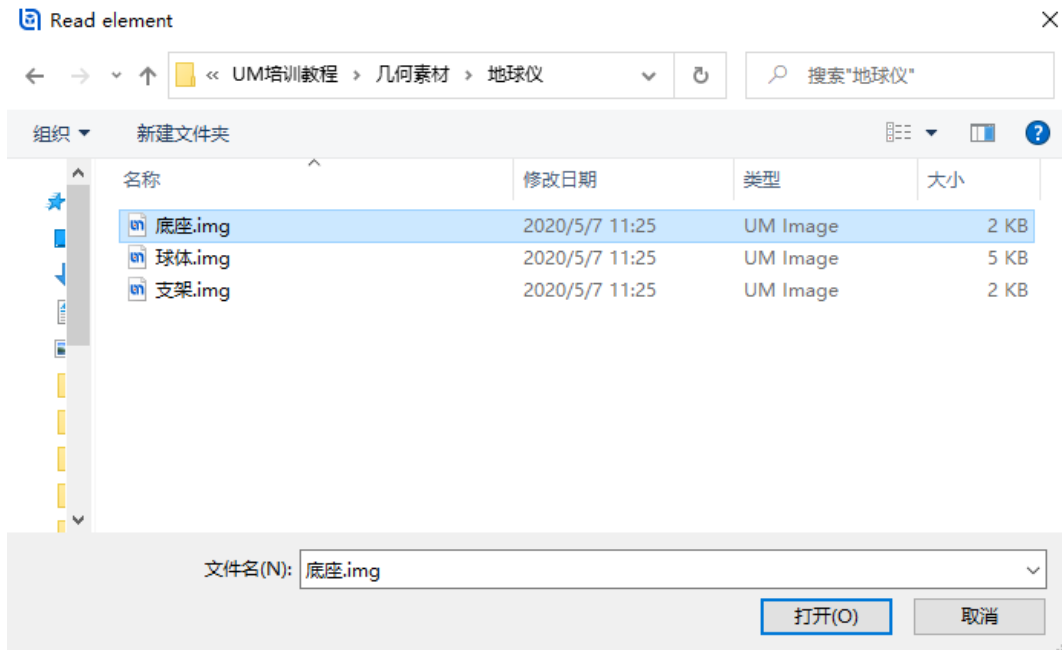

图 2-7
- 1) 选择主菜单 **Edit** → **Read from file**，定位到路径“D:\UM 培训教程\几何素材地球仪”，选中**底座.img**，点击按钮**打开**，如图 2-7 所示。